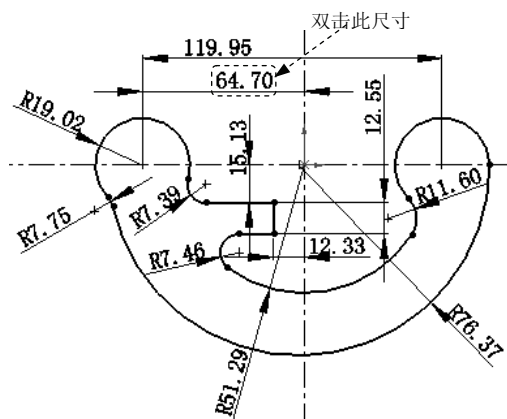
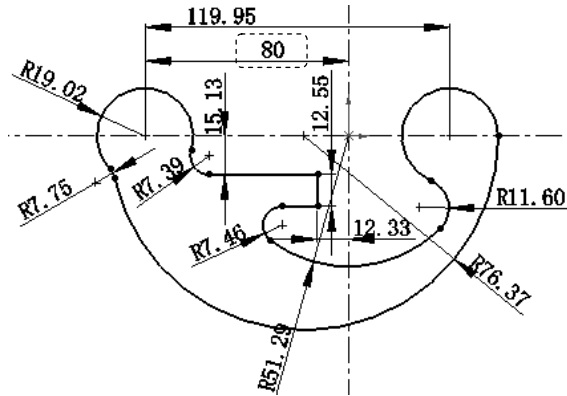

图 2.14.7 添加尺寸约束
图 2.14.8 修改后的尺寸约束
选择下拉菜单 **工具(T)** → **标注尺寸(S)** → **智能尺寸(S)** 命令，添加图 2.14.7 所示的尺寸约束。
Step 1 双击图 2.14.7 所示的尺寸值，在系统弹出的“修改”文本框中输入“80”，单击 按钮，然后单击“尺寸”对话框中的 按钮，修改完成后如图 2.14.8 所示。